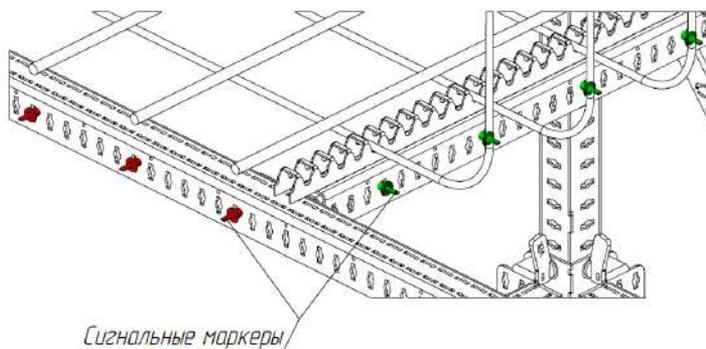

Рис. 2 – Пример установки сигнальных маркеров
- установить сигнальные маркеры в отверстия на кондукторе для удобства расположения хомутов и продольной арматуры (см. рис. 2).